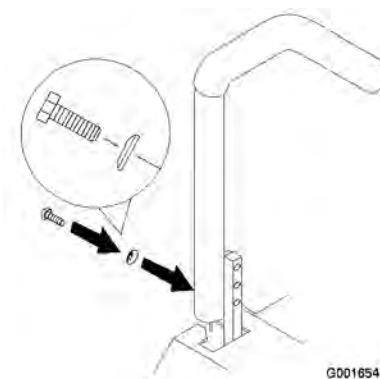

Figura 48
3. Allentate i bulloni e le rondelle curve montate sulle leve (Figura 48).